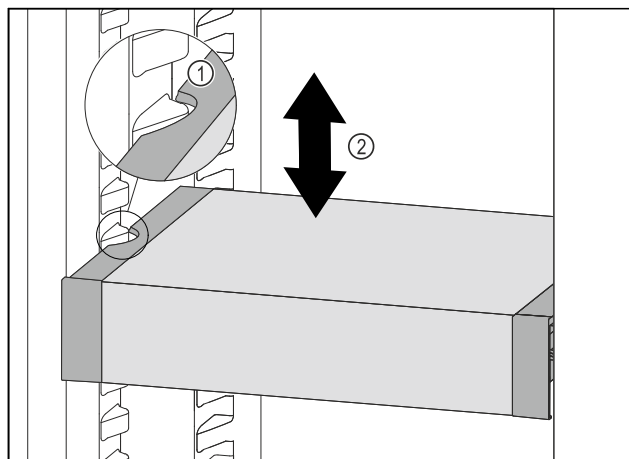

Fig. 132
- Træk VarioSafe fremefter, indtil udsparingerne i siden på VarioSafe er på niveau med beholderribben i kølesektionen, Fig. 132 (1)
- Flyt VarioSafe op eller ned i kølesektionen, indtil den ønskede højde er nået, Fig. 132 (2)